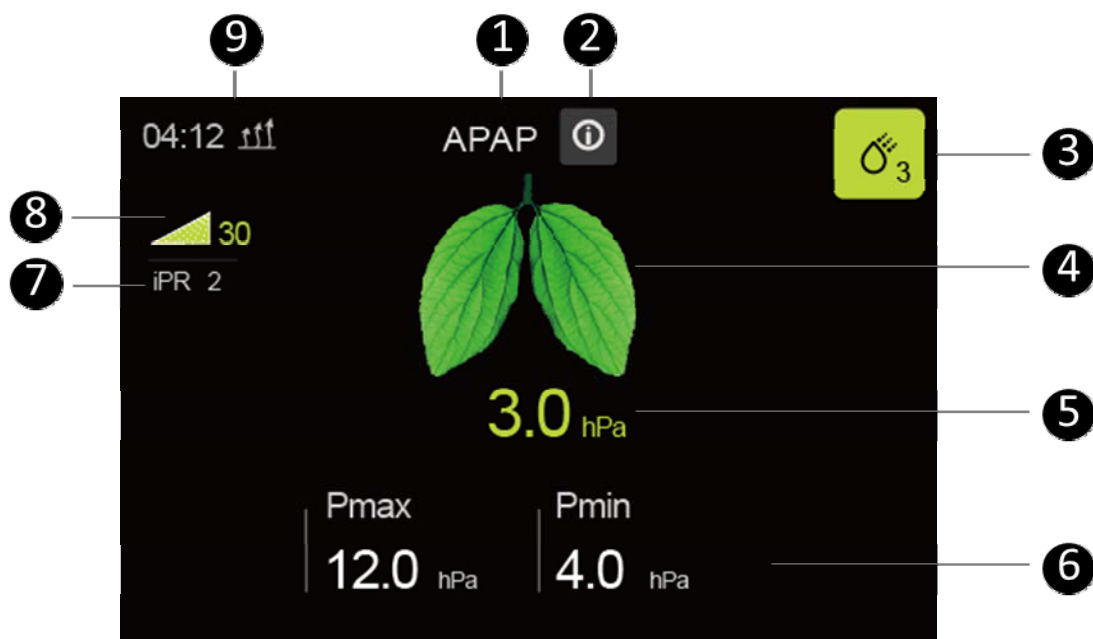

图 2 通气简洁界面
3. 按下设备顶端的【治疗启动/停止】按钮开始治疗。屏幕上将显示患者通气简洁界面（见图 2）。